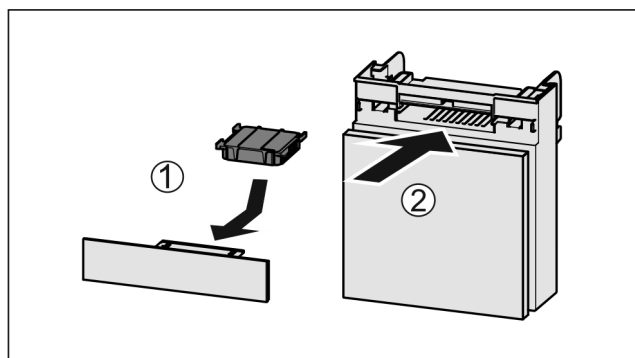

Fig. 176
- ▶ Sett inn Fig. 176 (1) aktivkullfilteret etter figuren.
- ▶ Skyv inn Fig. 176 (2) hyllen.